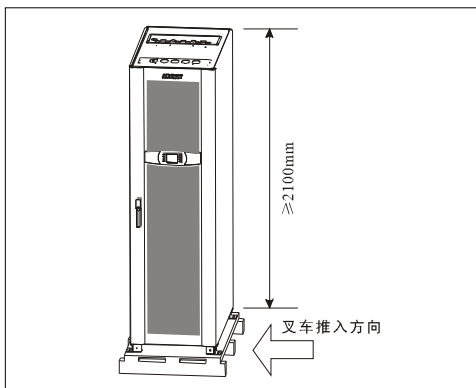

图 2-5
5. 用叉车平稳地将箱体从包装栈板上移至地面（图 2-5）。